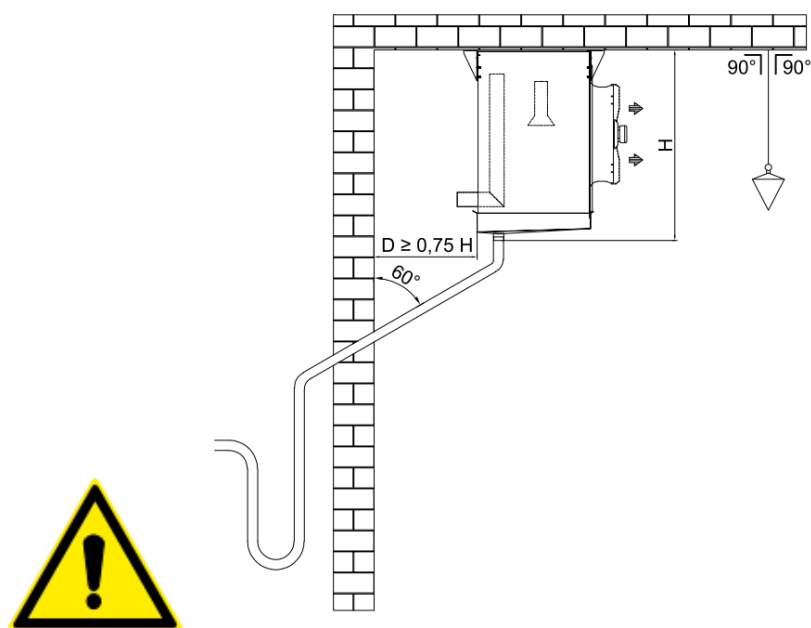

Fig. 4
- Manometrów kontrolnych (Te, Rys. 4): wszystkie urządzenia wyposażone są w zawory serwisowe na rurze ssącej, pozwalające na pomiar ciśnienia ssania i kontrolę prawidłowej pracy. Po zakończeniu prac przyłączeniowych i regulacji należy ponownie zamontować oba panele boczne.
- Instalacji odpływu skroplin (F) do króćca tacy skroplin (G).
- Prüfmanometer (Te, Fig. 4); Die Luftkühler sind mit einem Schraderventil ausgestattet, wo ein Prüfmanometer angeschlossen werden kann. Zuletzt sind die Seitenteile wieder zu montieren.
- Tropfwasseranschluß (F) an den Ablaufstutzen (G).
Tubature per lo scarico della condensa (fig. 4)
Condensation discharge piping (fig. 4)
Instalacja odprowadzenia skroplin (rys. 4)
Kondensatablassleitungen (fig. 4)